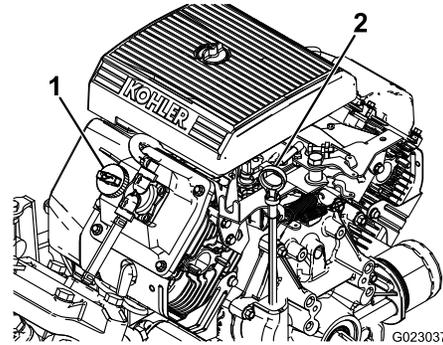

图40
- 取出量油尺用干净的抹布擦拭 图40。将量油尺插入量油尺管道中并确保它完全插入。取出量油尺并检查油位。
- 如果机油油位较低请从气门室盖 图40 上拆下加油颈盖从开口处注入机油直至油位达到量油尺上的“已满”标记。在此过程中应缓慢添加机油并不时检查油位。切勿过量添加。
8. 慢慢从加油颈 图40 注入规定油量的大约 80%。